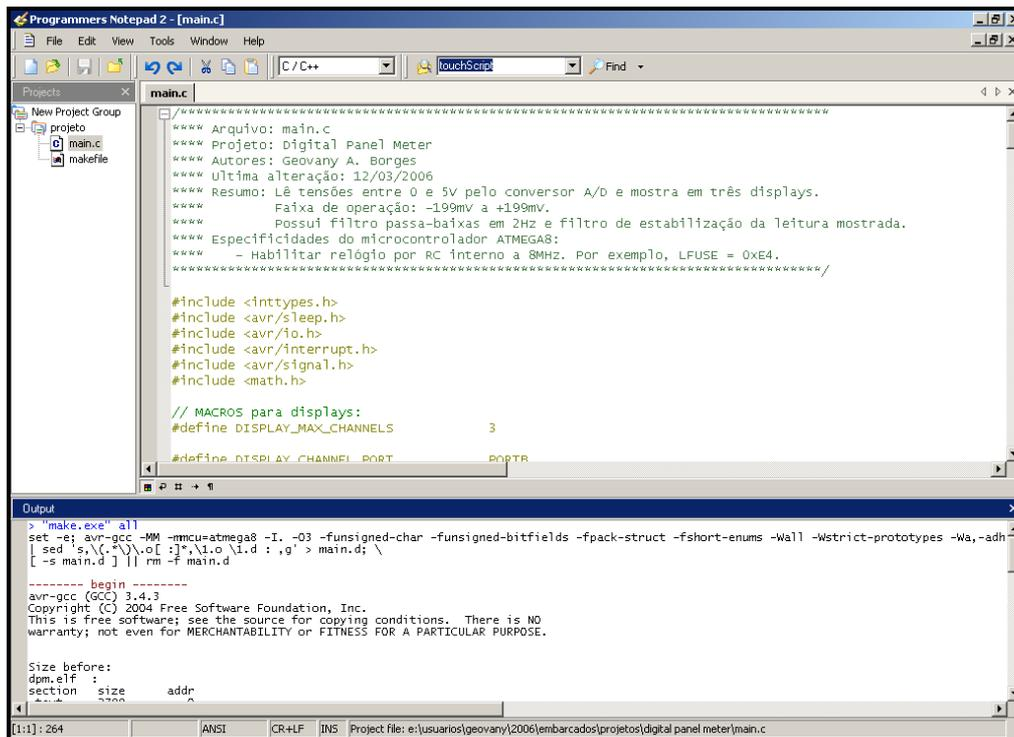

Figura 9: Programmer's Notepad 2 com um projeto aberto.
Programmer's Notepad 2 (PN) é uma ambiente de desenvolvimento integrado (IDE, do inglês) que acompanha o pacote. Através do PN é possível criar um projeto, que é composto de um ou mais arquivos, editar os arquivos e compilar o projeto. A Figura 9 mostra o PC aberto com um projeto, em que se vê os arquivos que compõem o projeto (`main.c` e `makefile`), o arquivo `main.c` aberto para edição com diferentes cores para as estruturas do programa em linguagem C, e uma janela de saída, que contém mensagens de compilação.